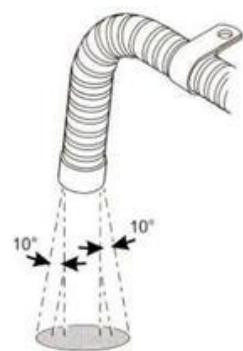

Рис.25
4.6.6 В процессе работы отопителя выхлопная труба нагревается до высокой температуры. При установке убедитесь, что она проходит достаточно далеко от пластиковых частей или других частей корпуса транспортного средства обладающих небольшим тепловым сопротивлением. Выхлопная труба должна быть тщательно закреплена. Выхлопная труба должна быть расположена перпендикулярно поверхности дороги под углом $90^\circ \pm 10^\circ$. Для того чтобы гарантировать такой угол фиксирующий хомут должен располагаться на расстоянии 150 мм от конца трубы (Рис.25).